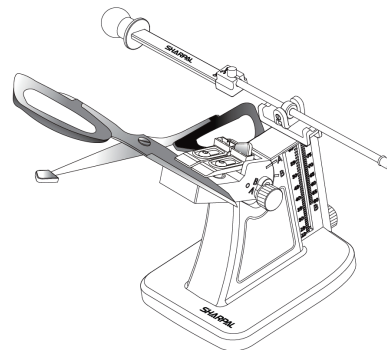

Fig. 1
5. Podczas ostrzenia nożyczek upewnij się, że ostrze, które ma zostać naostrzone, jest dobrze zamocowane. Zakryj drugą końcówkę nożyczek nasadką ochronną, aby zapobiec potencjalnym obrażeniom (Patrz Fig. 1).